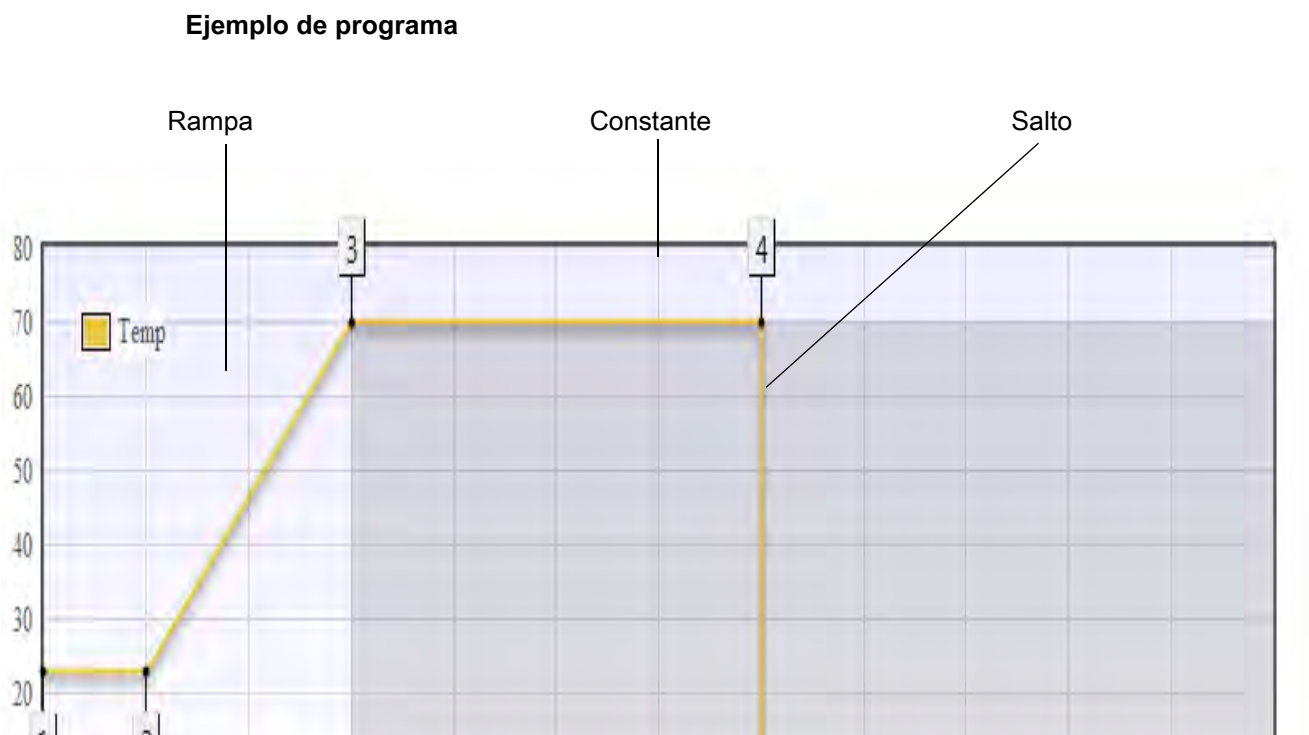

Fig. 6-1 Ejemplo de un programa
Si desea programar una rampa como entre el paso 2 y 3 en → *Fig. 6-1 »Ejemplo de un programa«* (página 70), proceda como se indica a continuación:
- ▶ Programe otro paso. Para ello, repita el valor nominal de temperatura del paso anterior, pero esta vez defina la duración deseada de la constante, comp. pasos 3 y 4 así como 5 y 6 en → *Fig. 6-1 »Ejemplo de un programa«* (página 70).
Si desea programar un salto, como entre los pasos 4 y 5 en → *Fig. 6-1 »Ejemplo de un programa«* (página 70), proceda como se indica a continuación: